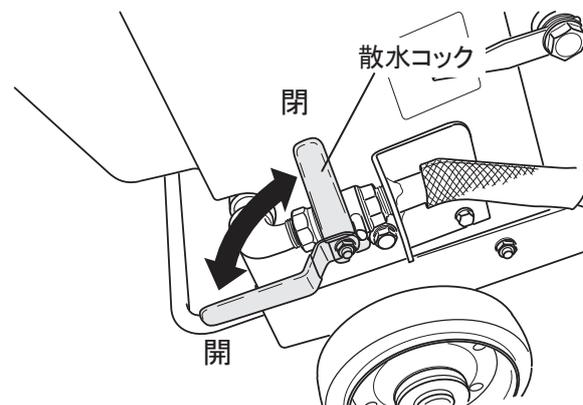

図 18
2. 水コックを開いてダイヤモンドブレードに水(冷却水)を噴射させてください。冷却水は少なくとも5~6L/分位必要です。目安としては、噴霧状に飛散している位であれば充分です。(図18)
2. 水コックを閉じて水(冷却水)を止めてください。(13ページ、図18)